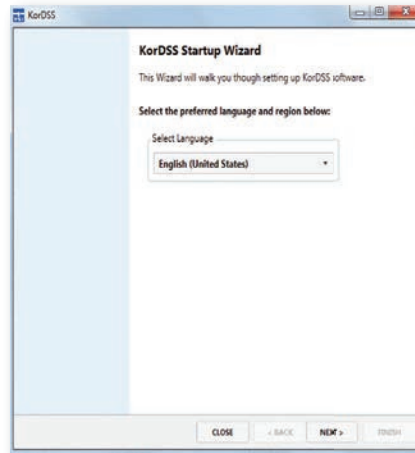

Figura 84 Preferências de idioma KorDSS
1. Depois de o Windows ter actualizado com êxito o software do driver, inicie o KorDSS e configure as preferências de idioma (Figura 84). Clique em **Seguinte**.